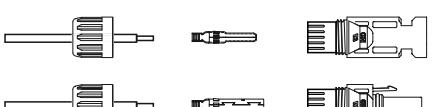

Figura 4.8 Desmontagem da porca-capa do conector
1. Decape o fio CC cerca de 7 mm e desmonte a porca-capa do conector (veja a figura 4.8).